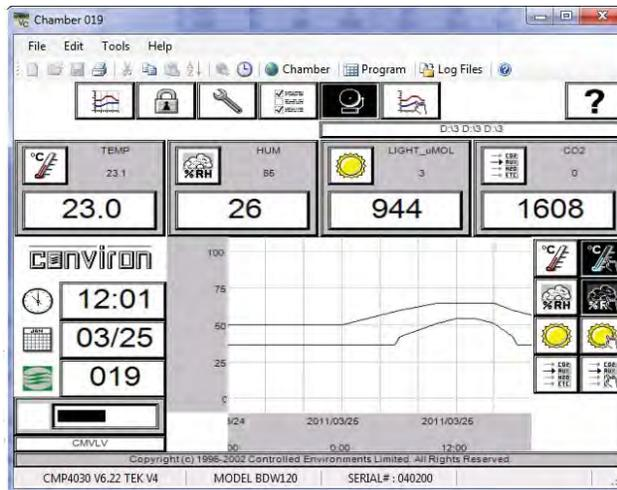

Figure 6.8 : Affichage d'état du CMP5090
- Une fenêtre contextuelle s'affichera pour vous avertir que l'adresse Internet a été modifiée et que vous devez redémarrer l'ordinateur (« Net Address changed you must cycle power »). Sélectionnez « OK » pour continuer. Après le redémarrage, le nouvel identifiant de l'unité sera affiché dans la fenêtre d'état du contrôleur (fig. 6.8).